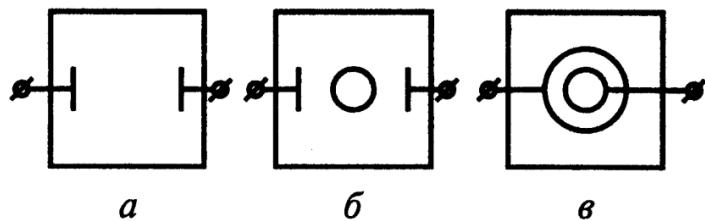

Рис. 3.2.
В данной работе предлагается исследовать несколько систем электродов (рис. 3.2):
#### **Задание 1. Построение эквипотенциальных линий для 1-й (рис.3.2а) конфигурации электродов**
**Задание 2. Построение эквипотенциальных линий для 2-й (рис. 3.2б) конфигурации электродов**
**Задание 3. Построение эквипотенциальных линий для 3-й (рис.3.2в) конфигурации электродов**